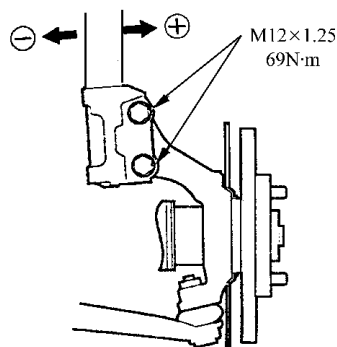

图 6-5 拆卸减振器夹紧螺栓
2) 如图 6-5 所示，拆卸减振器夹紧螺母和螺栓，轻轻地拧紧新的减振器夹紧螺母和螺栓。通过在减振器夹紧螺栓的自由间隙范围内，移动减振器底部来调整外倾角。